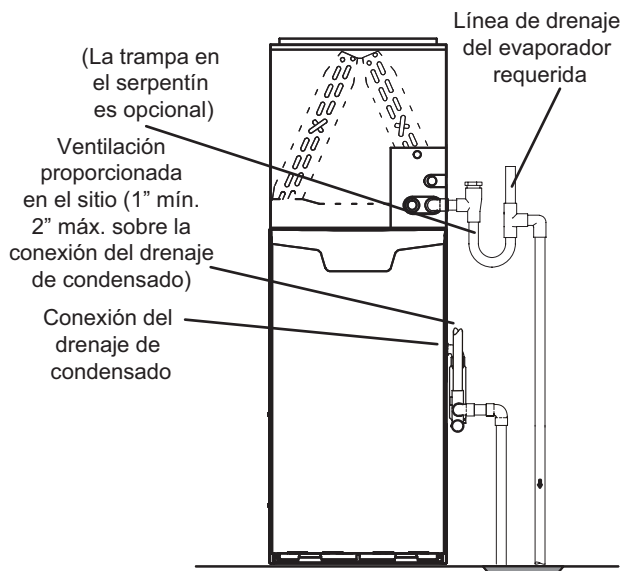
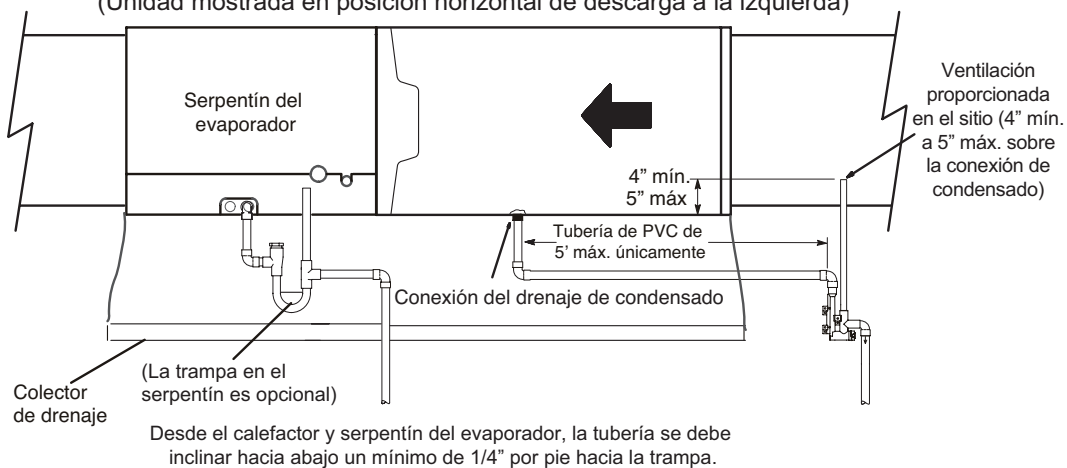
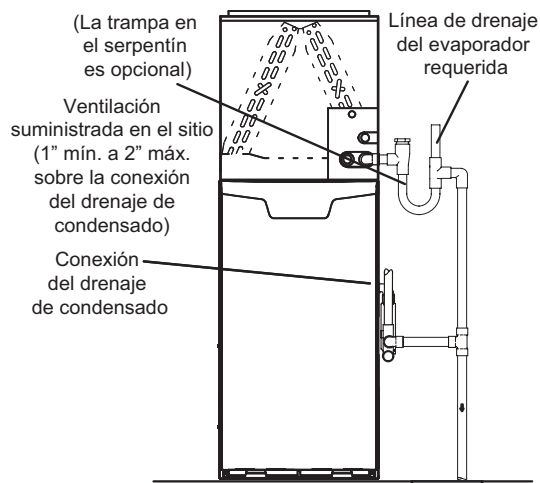

FIGURA 51
FIGURA 53
FIGURA 54
- 5 - En la FIGURA 51 y la FIGURA 53, se muestran el calefactor y el serpentín del evaporador con drenajes por separado. Si es necesario, la línea de condensado del calefactor y del serpentín del evaporador se pueden drenar juntas. Ver la FIGURA 54 y la FIGURA 55. **Calefactor de flujo ascendente FIGURA 54** - En aplicaciones del calefactor de flujo ascendente, la ventilación proporcionada en el sitio debe ser de un largo mínimo de 1 pulg. hasta un largo máximo de 2 pulg. arriba de la conexión de la salida de drenaje de condensado. Cualquier largo de más de 2 pulg. puede inundar el intercambiador de calor si la línea de drenaje primario combinada tuviese una restricción. **Calefactor horizontal FIGURA 55** - En aplicaciones del calefactor horizontal, la ventilación proporcionada en el sitio debe ser de un largo mínimo de 4 pulg. hasta un largo máximo de 5 pulg. arriba de la conexión de la salida de drenaje de condensado. Cualquier largo de más de 5 pulg. puede inundar el intercambiador de calor si la línea de drenaje primario combinada tuviese una restricción.